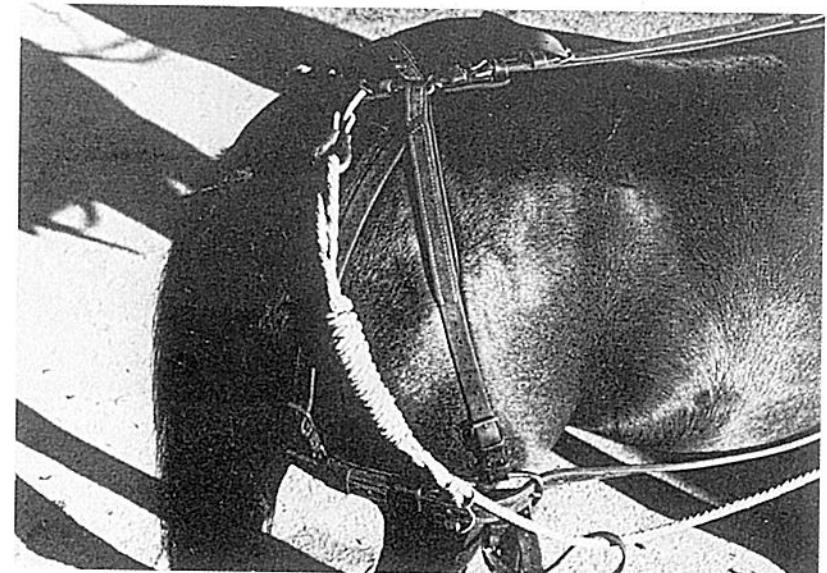

Bild 42
- c. Hintergeshirriemen durch Radriemen ersetzen (Bild 42) und in linker Packtasche versorgen;